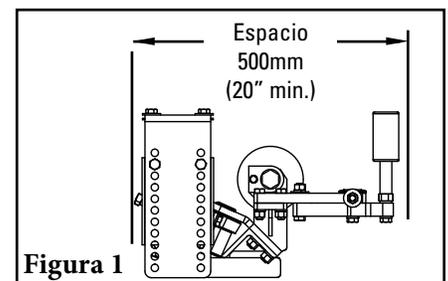
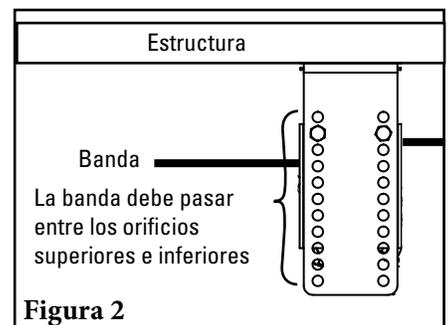

Figura 1
Figura 2
- Identifique una abertura de al menos 500 mm (20") si es posible evitar la interferencia con los rodillos sensores durante la instalación (Figura 1).
2. **Coloque los soportes de montaje.** Se pueden montar en los soportes de montaje de polea existentes O en la parte externa de la estructura, si el ancho de la estructura es el ancho de la banda +450 mm (18") o menos. Asegúrese de que la banda pase entre los orificios de montaje superiores e inferiores (Figura 2).
- Si la banda todavía tiene demasiado desalineamiento a un lado, mueva el rodillo sensor hacia el centro. Haga ajustes de 6 mm (1/4") a la vez (Figura 1). No apriete la banda entre los rodillos, todos los rodillos deben ser 25 mm (1") más anchos que la banda (Figura 2).
2. **Quite el rodillo** al destornillar los Rodillos retenedores (Figura 2).
1. Afloje los tornillos "A" y "B", gire los tornillos "C" para mover los rodillos sensores lejos de la banda (Figura 1).
2. Afloje el tornillo en la base del rodillo sensor y retírelo del brazo de ajuste (Figura 2).